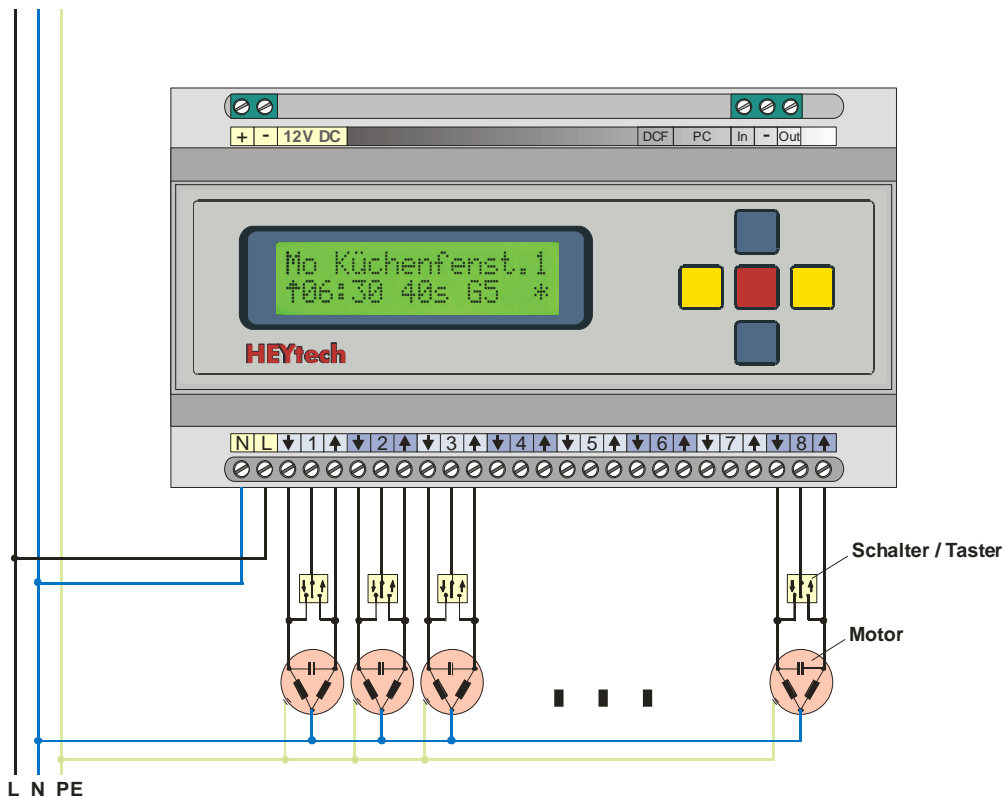

Abbildung 2: Motoren und Bedienschalter
- Die in den Abb. 2 und 3 (s. oben) dargestellten Anschlussklemmen 1, 2, ... , 8 führen keine Dauerphase. Der Anschluss der Bedienschalter muss exakt in der dargestellten Weise erfolgen.
Der Anschluss der 230V-Motoren an eine Extension-Box erfolgt in gleicher Weise, wie bei der Steuerung (vgl. Abb. 2 und 3).